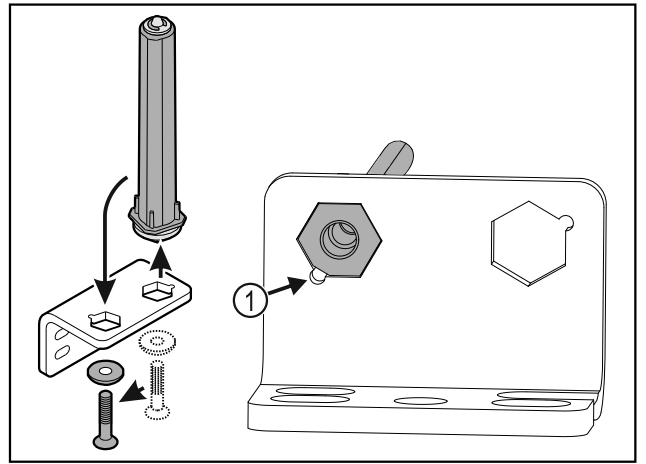

Fig. 30
- Varmista, että pultin viiste Fig. 30 (1) osoittaa pyöreää aukkoa kohti, kun se asetetaan paikalleen.